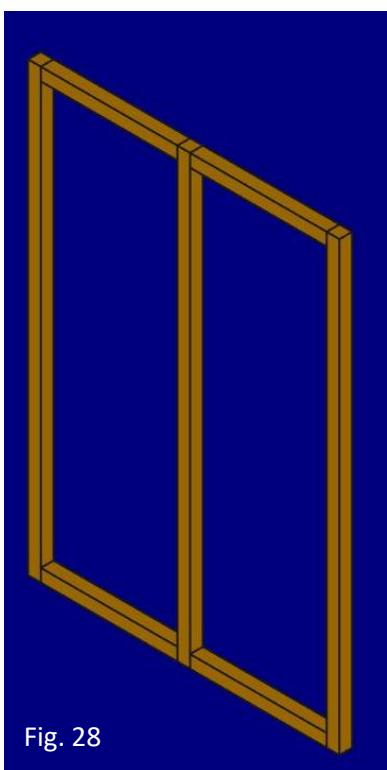

Fig. 28
3. Fissateli tra di loro. Se avete morsetti a 90 gradi utilizzateli per avere una risultato finale migliore. (fig. 28 – risultato finale). Volendo si può aumentare la stabilità inserendo altri listelli in diagonale.